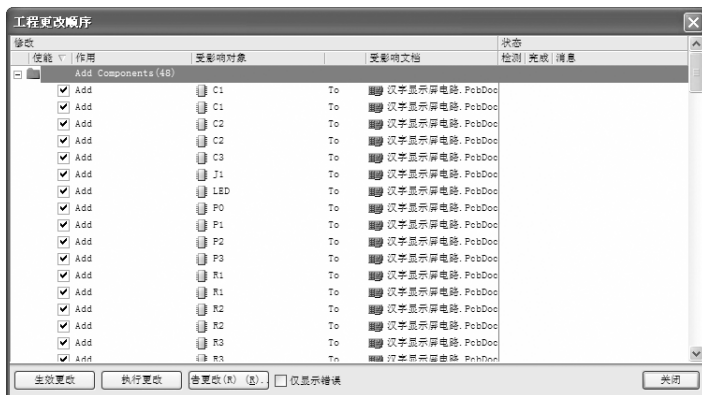

图 15-49 “工程更改顺序”对话框
6) 选择菜单栏中的“设计”→“Import Changes From 汉字显示屏电路 . PrjPcb”命令, 系统将弹出如图 15-49 所示的“工程更改顺序”对话框。